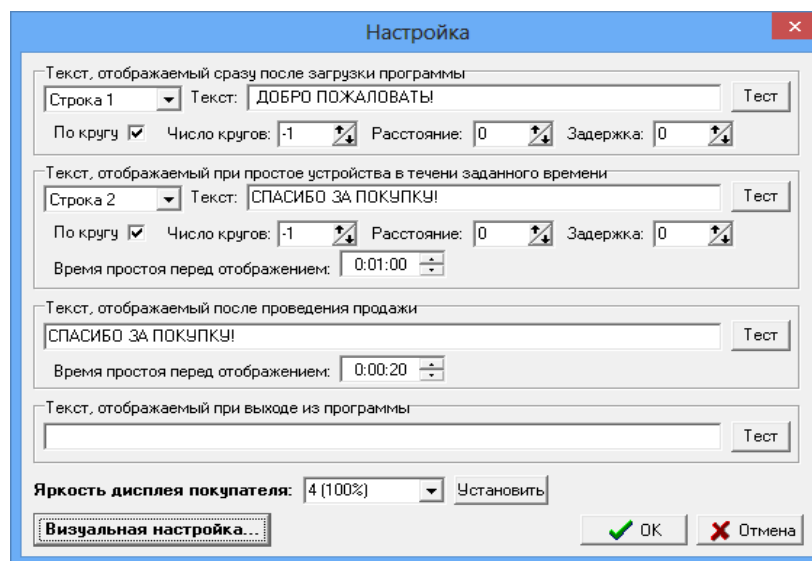

Рис. 18
3. Запустите АЗС-Сервер, в меню Настройка\Дисплей покупателя\Визуальная настройка (рис.18) задайте следующие настройки: